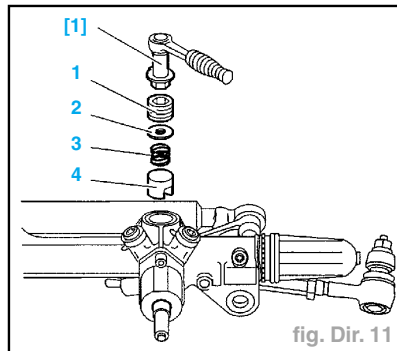
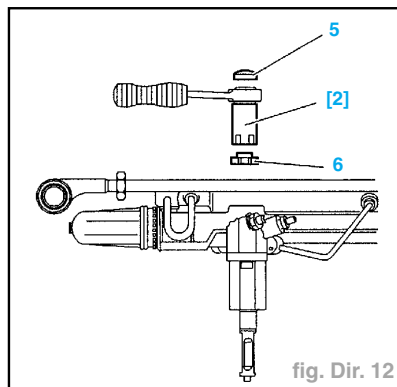

fig. Dir. 11
fig. Dir. 12
- Dessertir le bouchon (1) (fig. Dir. 11) .
- le bouchon (1) ; à l'aide de la douille [1] (réf. **4610-TL**),
- la cale (2),
- le ressort (3),
- le poussoir (4).
- Déposer (fig. Dir. 12) :
- le bouchon (5),
- l'écrou (6) ; à l'aide de la douille [2] (réf. **4610-TM**) (maintenir la queue du pignon de direction).
- Reposer (fig. Dir. 12) :
- l'écrou (6) (neuf) : serrer à **1,5 daN.m** à l'aide de l'outil [2],
- le bouchon (5) (neuf) (à l'aide d'un maillet).
- Nettoyer et lubrifier le poussoir (4), à la graisse multifonctions **TOTAL MULTIS G6**.
- Reposer (fig. Dir. 11) :
- le poussoir (4),
- le ressort (6),
- le bouchon (1).
- serrer le bouchon (1) à **1 daN.m**,
- desserrer le bouchon (1) de 1/4 de tour.
- Freiner le bouchon (1).